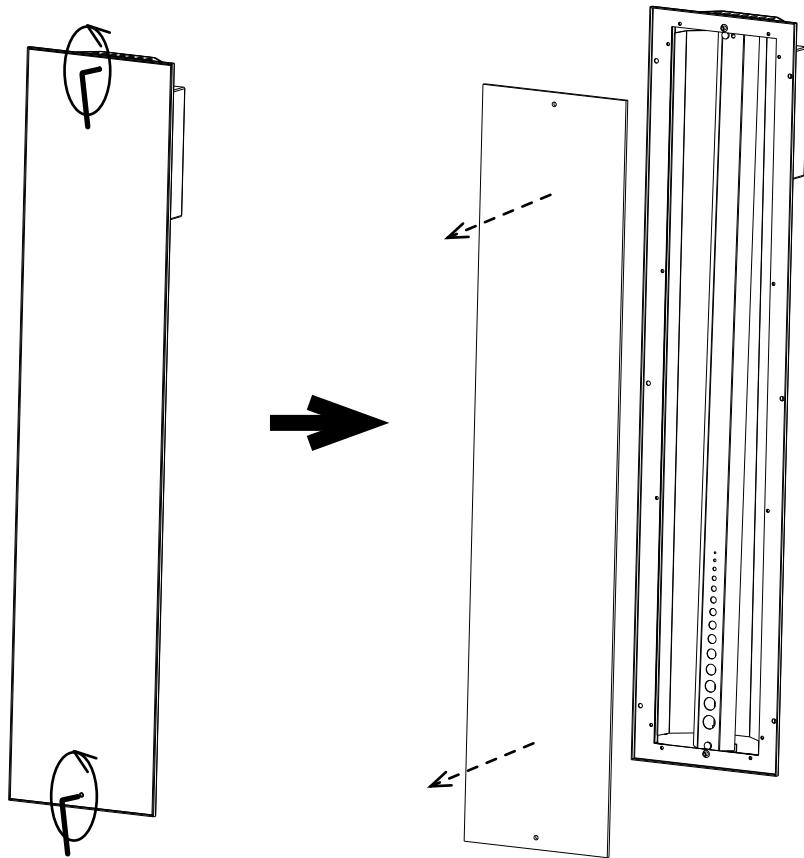

Fig. 5 **Retirer la vitre du panneau**
4. Retirez la vitre. Pour cela, utilisez une clé Allen pour dévisser délicatement les deux vis (haut et bas de la vitre) et retirez la vitre en inclinant délicatement le chauffage (ou à l'aide d'une ventouse). Voir la figure 5.